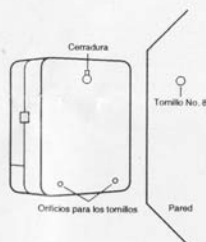

Ilustración 1
3. Atornille a la pared un tornillo No. 8 por cada uno de los dos orificios que están en la parte inferior de la caja del regulador (vea la ilustración 1).